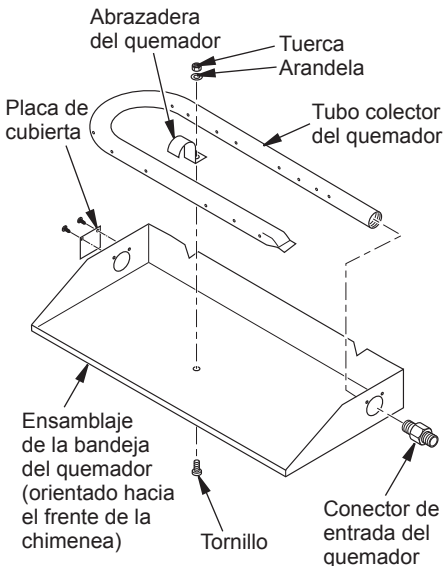

Figura 3 - Instalación del quemador
2. Con un destornillador, retire la placa de cubierta en el lado izquierdo de la bandeja del quemador (consulte la Figura 3).
3. Desenrosque el conector de entrada del quemador del tubo colector del quemador (consulte la Figura 3).